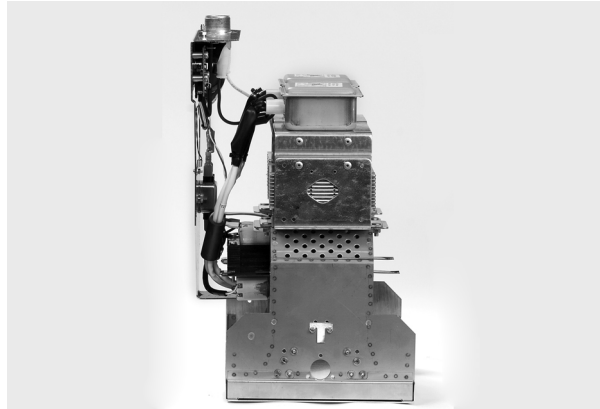

Abb. 5-14 Halterung für Transformator und Stecker
5. Siehe Abbildung 5-14. Die Trafo- und Steckerhalterung aus dem Lampenkopfsockel herausziehen.